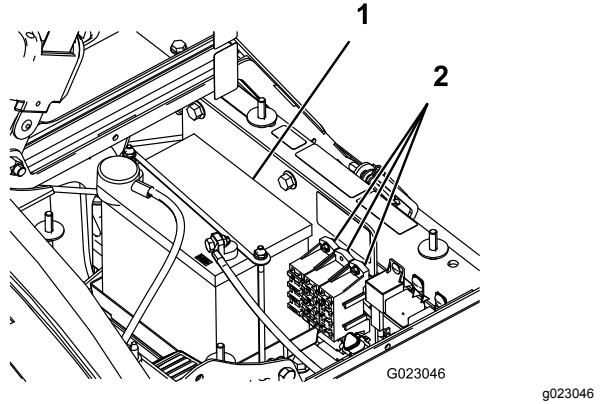

図 46
全部で2本のヒューズブロックを使用し、1本の未使用スロットがあります。ヒューズは運転席下に取り付けてあります図 46。
5. バッテリーリテーナと固定金具を外す図 46。
2. バッテリーは、機体右側、ポンプの後ろにある図 46。
2. バッテリー押さえを元通りに取り付ける図 46。
4. バッテリーカバーを元どおりに取り付けノブで固定する図 46。
1. バッテリーボックスのノブ図 46をゆるめ、カバーを外す。